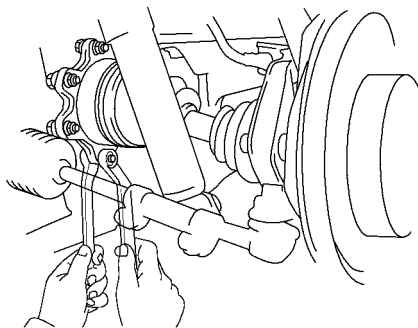

图 14-77 将驱动轴连接到侧齿轮轴上
(6) 将驱动轴连接到侧齿轮轴上。用 6 个螺栓和螺母将驱动轴连接到侧齿轮轴上，旋紧螺栓和螺母，如图 14-77 所示。